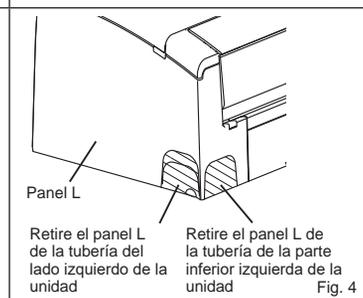
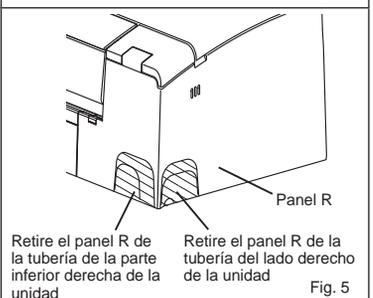

Fig. 4
Fig. 5
- 10) En función de la dirección de la tubería, retire la parte sombreada del panel L (Fig. 4) o del panel R (Fig. 5). Vuelva a instalar la cubierta eléctrica y el conjunto del panel.
- 6) Introduzca la manguera de drenaje en el manguito del orificio de la pared (C) y fije la parte superior de la unidad interior en la placa de instalación (1). A continuación, mueva la unidad interior totalmente a la izquierda para facilitar la colocación de las tuberías en la parte posterior de la unidad.
- 7) Recorte el espaciador de la espuma de poliestireno del embalaje y colóquelo en el reborde de la parte posterior de la unidad interior. (Fig. 5)
- 8) Conecte el tubo de refrigerante a la tubería de extensión (B).
- 9) Empuje la parte inferior de la unidad interior para que encaje en la placa de instalación (1) y, a continuación, coloque las piezas en el orden inverso al de su retirada.